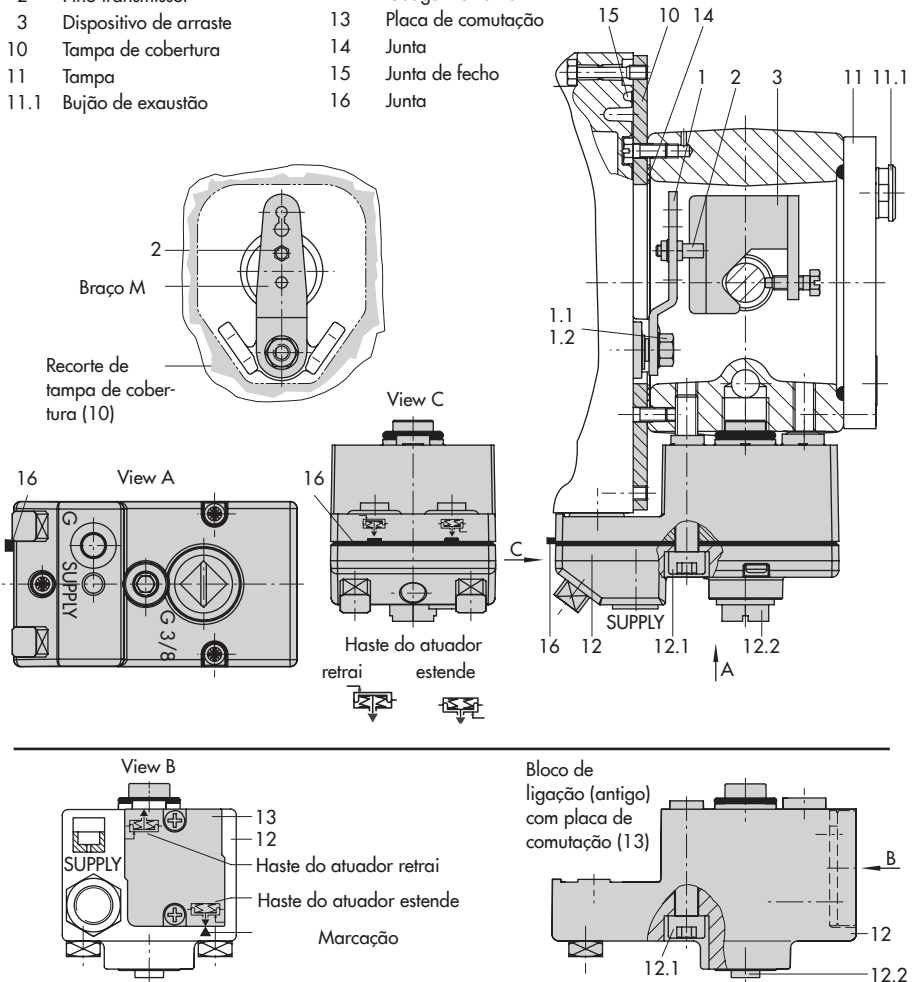

Fig. 4: Montagem – Ligação de sinal de pressão para atuador Tipo 3277 com 175 a 750 cm²
Atuadores com áreas efetivas de 175 a 750 cm² (consulte Fig. 4)
1. Coloque o dispositivo de arraste (3) na haste do atuador, alinhe e aperte firmemente de modo a que o parafuso de montagem fique localizado na ranhura da haste do atuador.
2. Monte a tampa de cobertura (10) com o lado estreito do recorte (Fig. 4, à esquerda) direcionado para a ligação do sinal de pressão. Certifique-se de que a junta (14) fica direcionada para a arcada do atuador.
3. Para atuadores com 355, 700 ou 750 cm², retire o pino transmissor (2) no braço **M** (1) na traseira do posicionador da posição de pino **35**, reposicione-o no orifício para a posição de pino **50** e aperte firmemente. Para atuadores 175, 240 e 350 cm² com curso de 15 mm, mantenha o pino transmissor (2) na posição de pino **35**.
4. Insira a junta de fecho (15) na ranhura da caixa do posicionador.
5. Coloque o posicionador na tampa de cobertura de forma a que o pino transmissor (2) assente no topo do dispositivo de arraste (3). Ajuste o braço (1) em conformidade e abra a tampa do posicionador para manter o veio do posicionador em posição adequada com o botão de pressão rotativo. O braço (1) deve assentar no dispositivo de arraste com a força da mola. Monte o posicionador na tampa de cobertura (10) utilizando os dois parafusos de fixação.
6. Certifique-se de que a ponta da junta (16) que sobressai da lateral do bloco de ligação é posicionada de forma a corresponder ao símbolo do atuador referente à ação de segurança "haste do atuador estende" ou "haste do atuador retrai". Se este não for o caso, desaperte os três parafusos de aperto e levante a tampa. Rode a junta (16) 180° e volte a inserir. A versão anterior do bloco de ligação (Fig. 4, em baixo) requer que a placa de comutação (13) seja rodada de modo a alinhar o símbolo do atuador com a seta.
7. Coloque o bloco de ligação (12) com os vedantes associados contra o posicionador e a arcada do atuador e aperte utilizando o parafuso (12.1). Para atuadores com ação de segurança "haste do atuador estende", retire também o tampão (12.2) e monte o tubo externo do sinal de pressão.